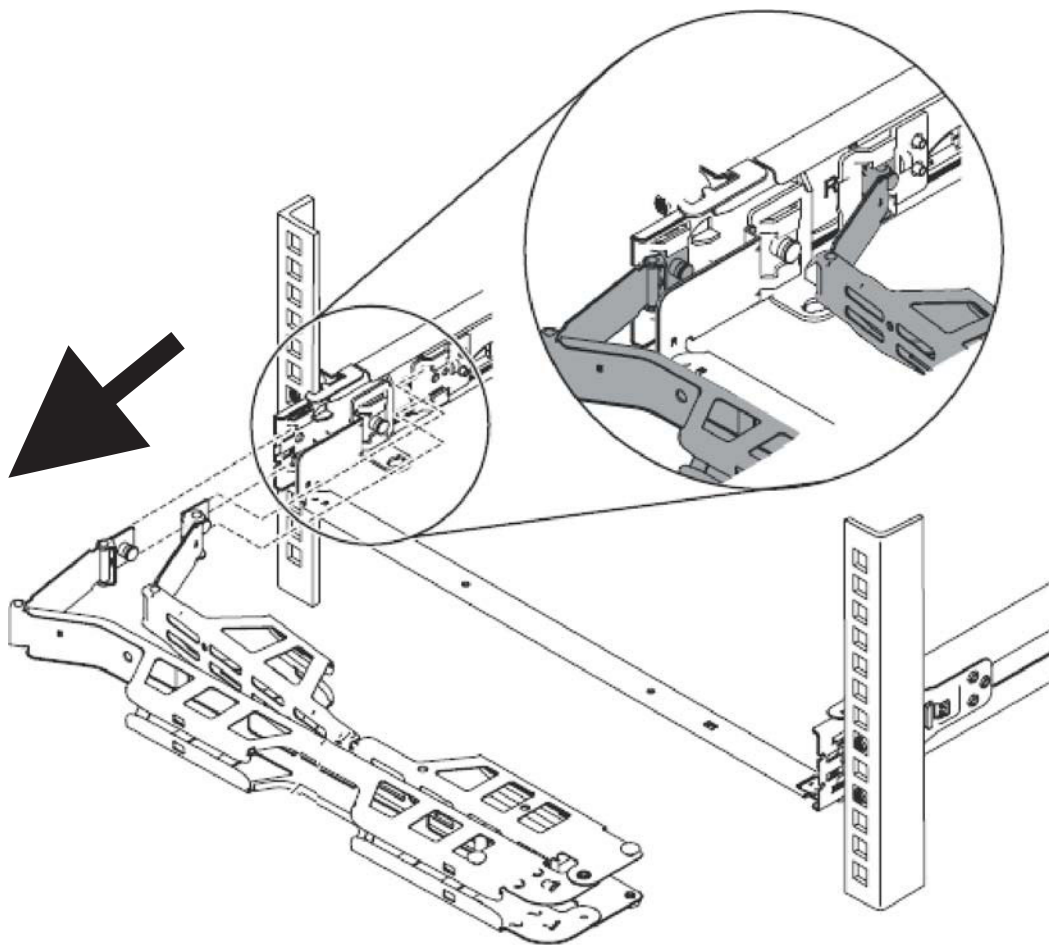

図 12. ケーブル・マネジメント・アームの取り外し
- a. 取り付け位置の外側にタブをスライドさせながらケーブル・マネジメント・アームの両方のピンを引き抜き、ケーブル・マネジメント・アームを取り外します (34 ページの図 12 を参照)。